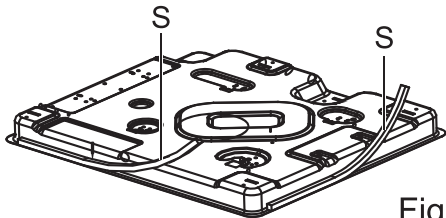

Fig. 5
2. Voltee de cabeza el anafe a gas y coloque correctamente el sello (S) (Fig. 5) bajo el borde del aparato, de forma que la parte exterior del sello coincida perfectamente con el borde exterior del anafe a gas. Los extremos del sello deben encajar sin superponerse. Fije el sello a la placa de cocción de manera uniforme y segura, presionándolo firmemente.